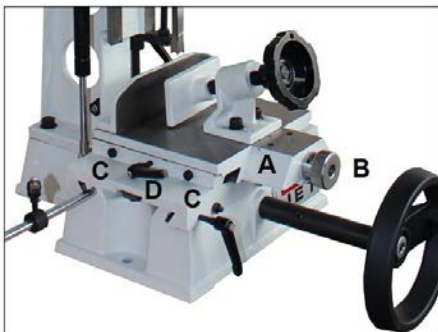

Рис. 17
Верхнюю часть стола (поз. 42), на которую устанавливается заготовка, можно перемещать вперед/назад по направляющим типа "ласточкин хвост". Рис. 17, А. Перемещается стол посредством ручки с накаткой (поз. 38) (В).
1. Чтобы ход стола стал более свободным, или наоборот, тугим, давление на направляющие можно отрегулировать с помощью двух винтов с гайками (поз. 54, 53). Рис. 17, С. Винты прижимают пластину (поз. 55), которая опирается на пазы стола типа "ласточкин хвост".